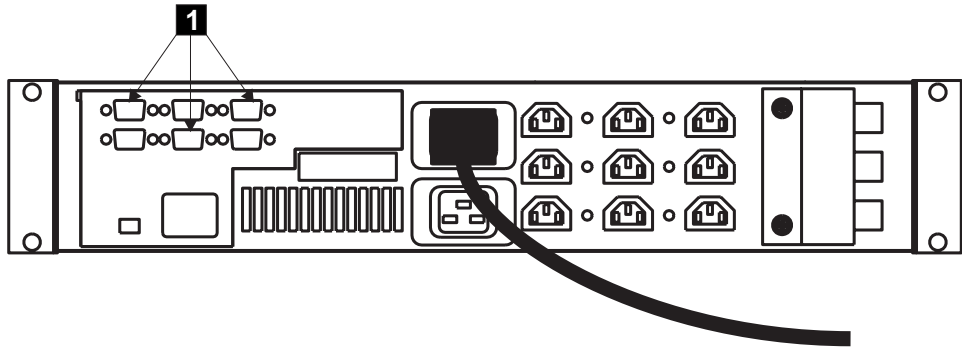

図 300. 2145 無停電電源装置 シグナル・ケーブルの切り離し
2. 724 ページの図 300 に示すように、 2145 無停電電源装置の後部でシグナル・ケーブル **1** を切り離します。